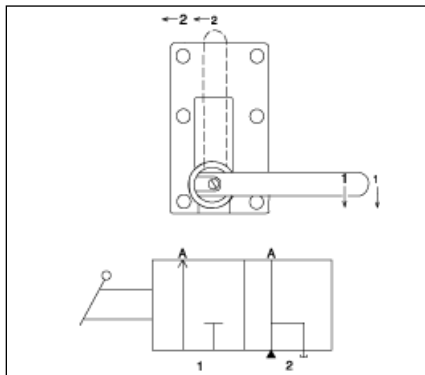

Figure 7
- Placer la manette du distributeur en position 1, comme le montre la figure 7.